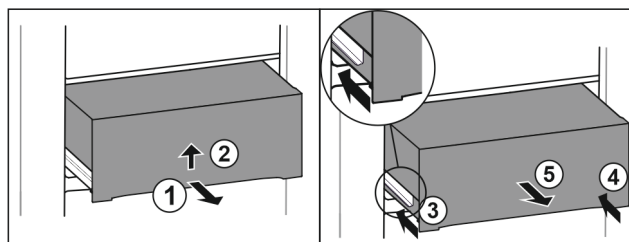

Fig. 40
- Extraiga el cajón hasta la mitad. Fig. 40 (1)
- Levante el cajón por la parte de abajo Fig. 40 (2).
- Retraiga la guía izquierda. Fig. 40 (3)
- ▶ Retraiga la guía derecha. Fig. 40 (4)
- ▶ Extraiga el cajón hacia delante. Fig. 40 (5)